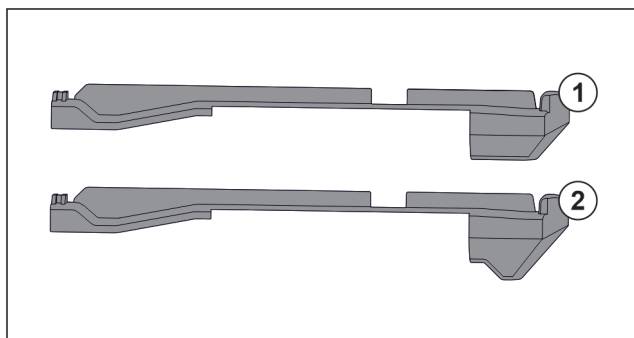

Fig. 149 Comparaison des éléments emboîtables
L'appareil comprend deux éléments emboîtables différents. L'élément emboîtable au-dessus du tiroir inférieur Fig. 149 (2) a un bord triangulaire. Tous les autres éléments emboîtables Fig. 149 (1) ont un bord droit.
- Poser l'élément emboîtable Fig. 149 (2) avec le bord triangulaire sur le tiroir inférieur.
- Poser l'élément emboîtable Fig. 149 (1) avec le bord droit à tous les autres endroits.